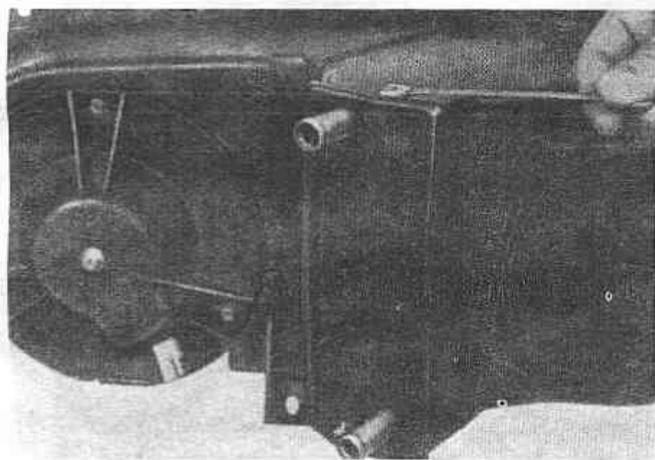

Рис. 12.22. Выверните болты нижней панели радиатора (Разд.29)
2. Выверните два болта, крепящих нижнюю панель радиатора отопителя к его корпусу. Снимите нижнюю панель (Рис. 12.22).